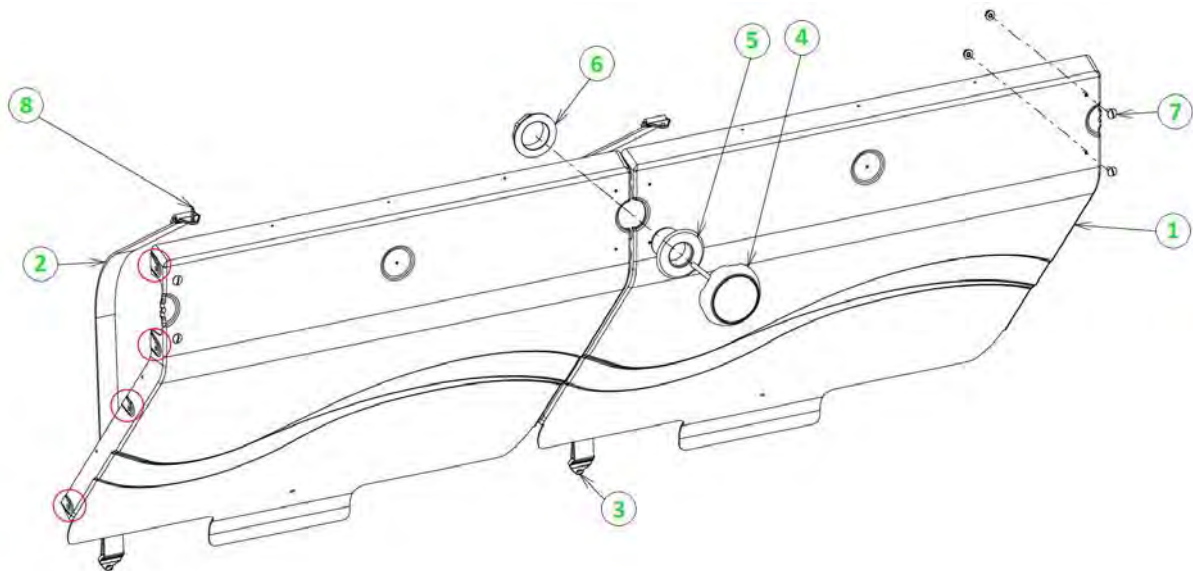

Figure 43 – Montage de la paroi de séparation et du projecteur
Les étapes de montage de la paroi de séparation et du projecteur sont illustrées à la **Figure 43**. La visserie nécessaire à ce montage se trouve dans le sachet y.
Assemblez les deux modules (1) de paroi de séparation à l'aide de quatre vis à tête hexagonale 8 x 20 en inox a4, et de quatre écrous de diamètre 8 mm, en intercalant une rondelle de diamètre 8 mm de chaque côté de la paroi, soit un total de huit rondelles. Les emplacements de ces vis sur les parois sont signalés par quatre cercles rouges à la **Figure 43**.